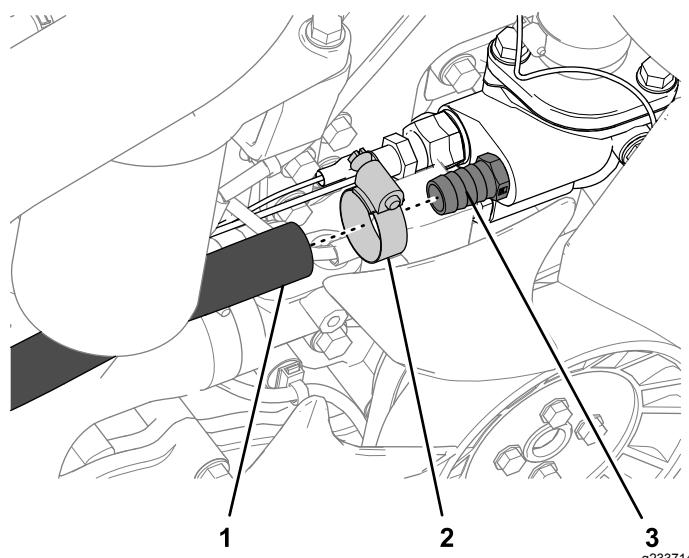

Figure 27
2. Glissez le collier au bout du flexible (Figure 27).
3. Branchez le flexible au raccord droit et fixez-le avec le collier (1/2 à 1 1/4"), comme montré à la Figure 27.